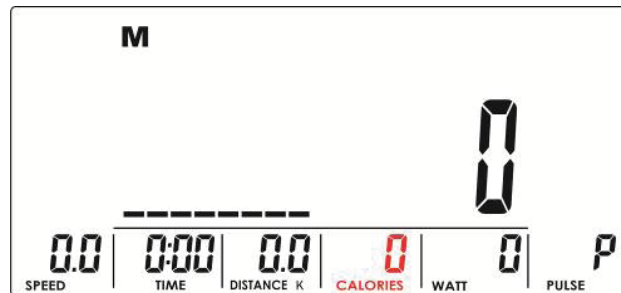

Figure 22
3. Pendant toute la durée de la mesure, saisissez les deux capteurs tactiles. Dès que la console a détecté votre pouls, l'écran LCD affiche === pendant huit secondes (fig. 22), jusqu'à ce que la mesure soit terminée.